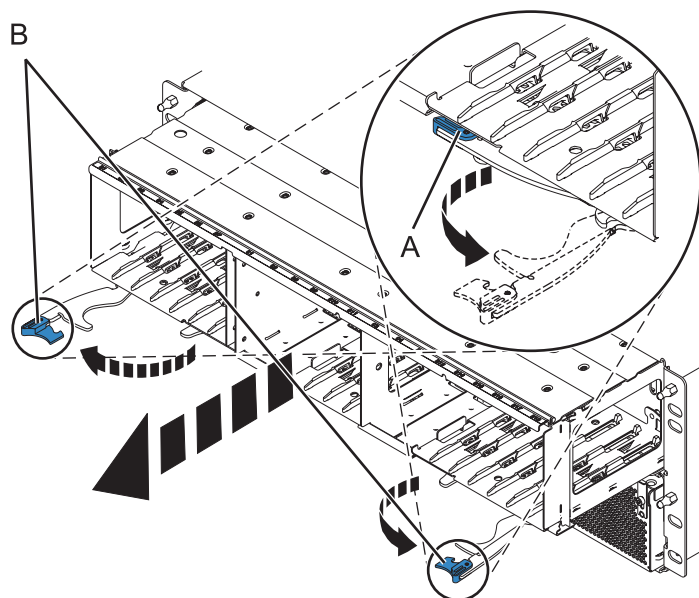

Figure 24. Retrait du fond de panier du boîtier
8. Retirez le fond de panier, comme indiqué dans la figure 24, à la page 34.